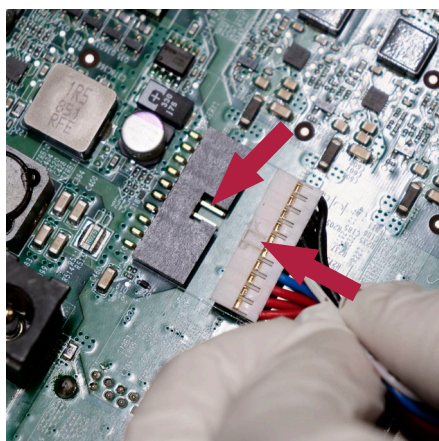

図27 バッテリーコネクタを再接続する
a) バッテリーをバッテリーコネクタに再接続します (図12および図27を参照)